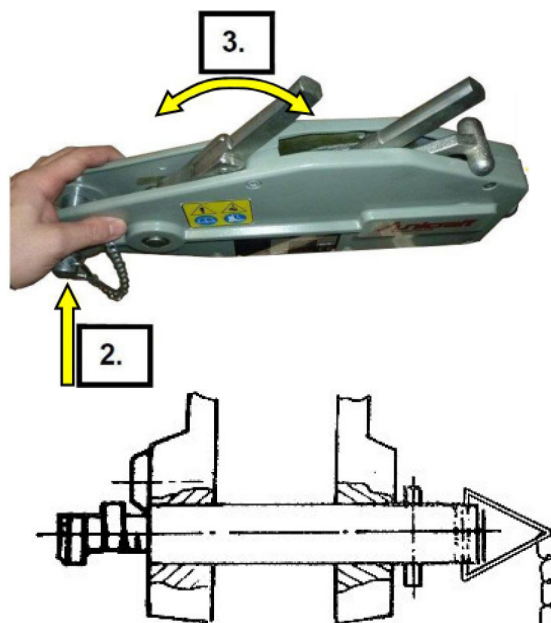

Abb. 6: Sicherheitsbolzen montieren
Schritt 3: Den Sicherheitsbolzen in das Gehäuse einsetzen und durch Verdrehen sichern (Abb. 6, 2.).